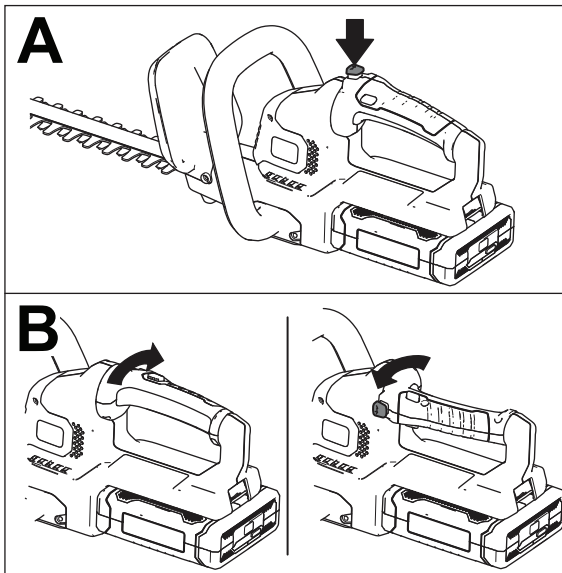

Bild 5
- Halten Sie die drehbare Sperrtaste gedrückt (A in Bild 5).
- Drehen Sie den Holm um 90° nach links oder rechts, abhängig von der gewünschten Schnittrichtung. Lassen Sie die drehbare Sperrtaste dann los, um den Holm in der gewünschten Stellung zu arretieren (B in Bild 5).